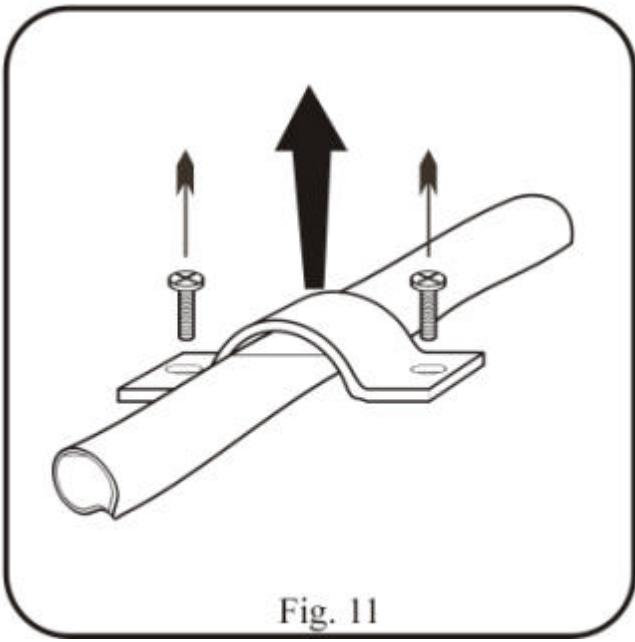

Fig. 11
- ? Desaperte os dois parafusos que prendem o cabo (Fig. 11).